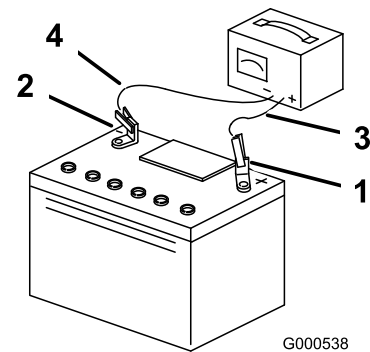

Figura 55
5. Cuando la batería esté completamente cargada, desconecte el cargador del suministro eléctrico, y desconecte los cables del cargador de los bornes de la batería (Figura 55).